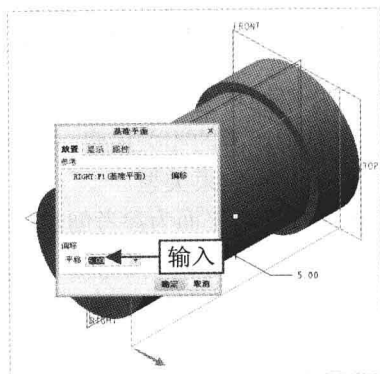

图 4-55 设置参数
Step 03 在“基准平面”对话框中显示创建平面的参考，在“平移”文本框中输入 5，如图 4-55 所示。